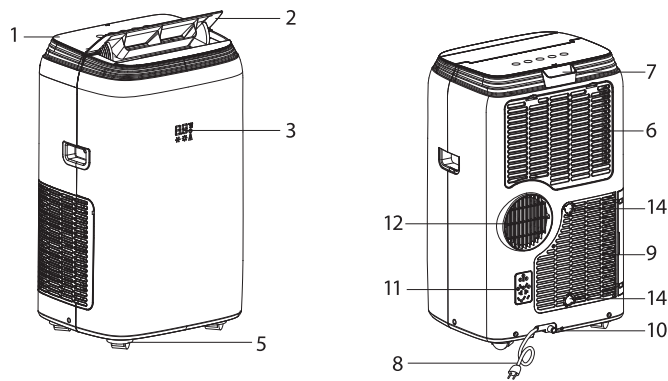

Рис. 1
Модели ВРНС-08Н, ВРНС-11Н, ВРНС-13Н, ВРНС-15Н (рис. 1)
* В режиме осушения при высоком уровне влажности, конденсат (вода) может скапливаться в поддоне для сбора конденсата.. Для того, чтобы периодически не удалять конденсат через отверстие (п.8 рис. 1) можно подсоединить шланг для постоянного отвода конденсата (п.10 рис. 1) . Через шланг конденсат (вода) будет постоянно сливаться в дренаж (специальную емкость либо канализацию).